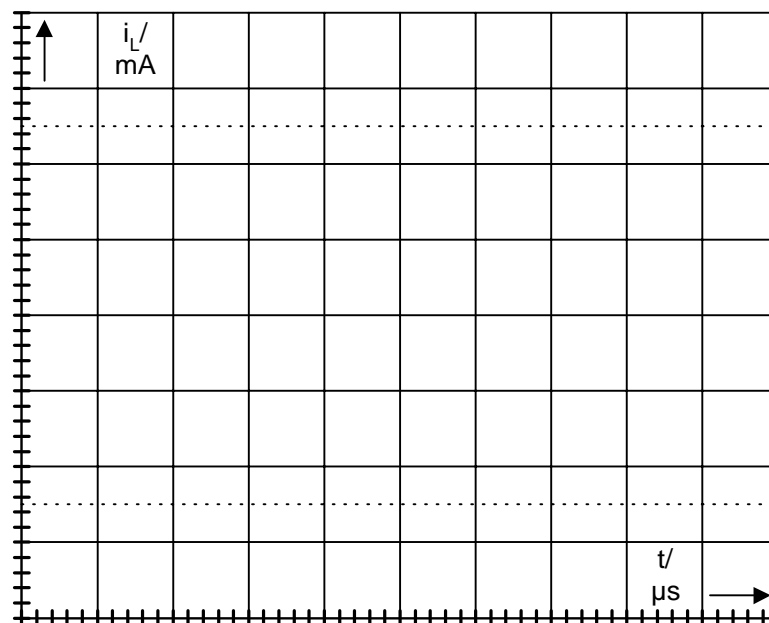

Bild 6
- Skalieren Sie die Achsen von Bild 6 auf dem Aufgabenblatt,
- Übertragen Sie die Funktion $i_L = f(t)$ in Bild 6 auf das Arbeitsblatt,